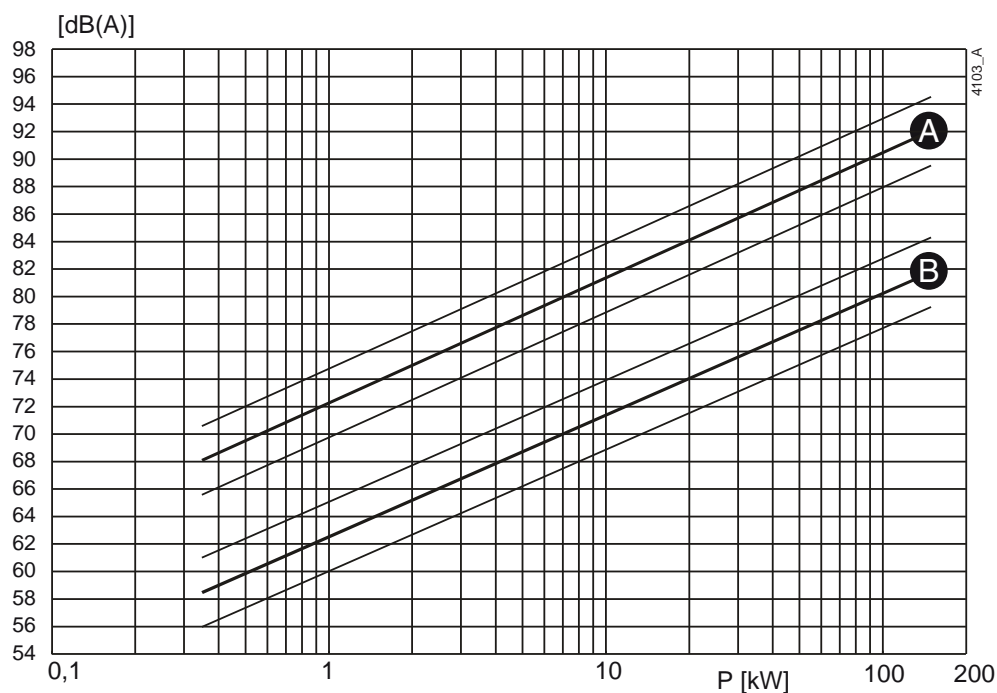
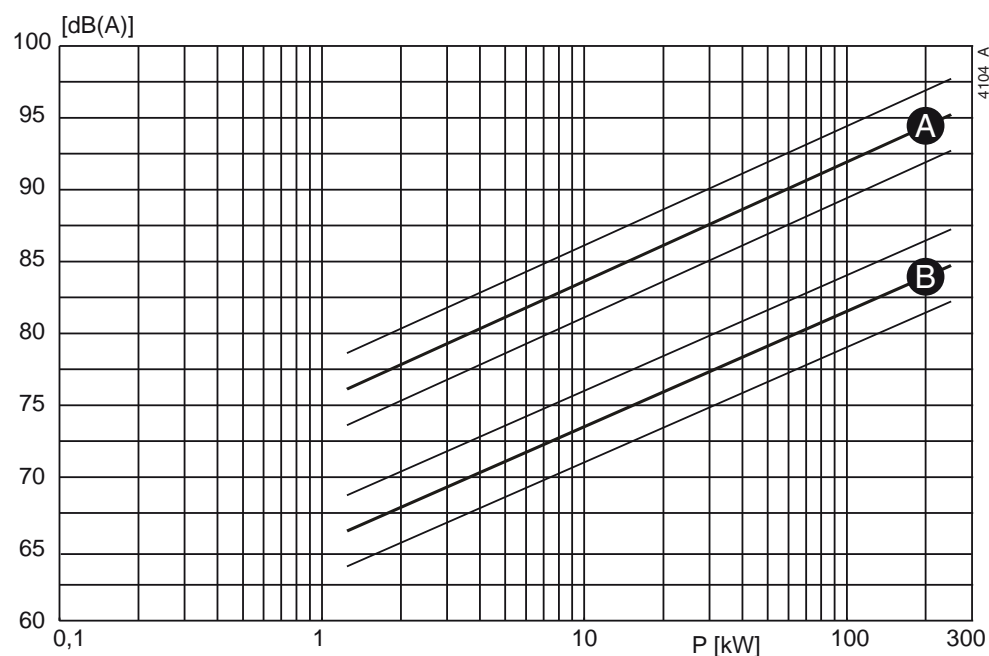

Figure 25: Niveau sonore en fonction de la puissance de la pompe [kW]
Figure 26: Niveau sonore en fonction de la puissance de la pompe [kW]
- 1 Déterminez le niveau sonore (L_1) de la pompe, voir Figure 25 ou Figure 26.